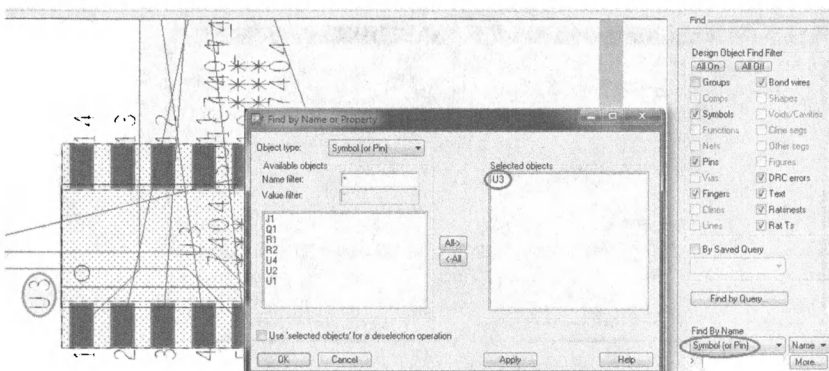

Рис. 21.25. Поиск компонента U3
- Нажмите OK. Компонент высветится с окне проектирования (рис. 21.25).